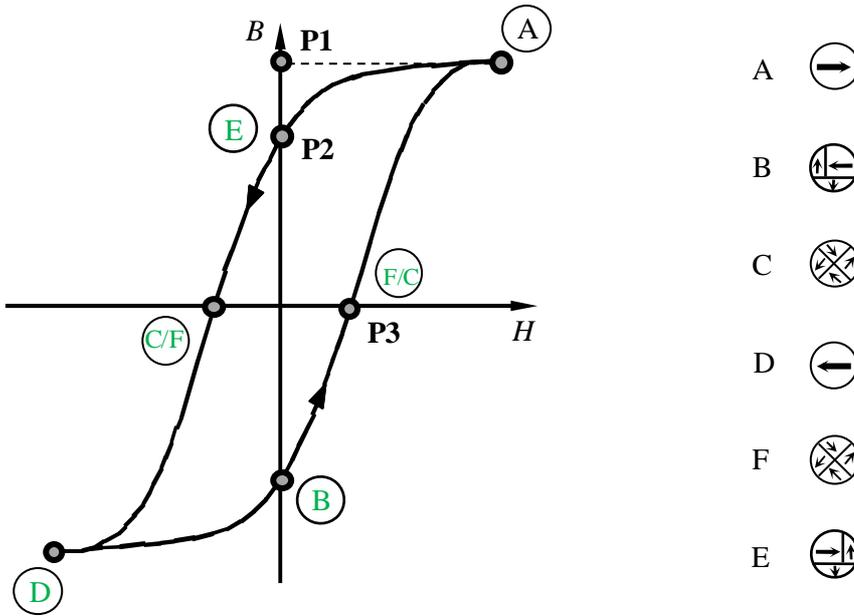

Bild A2-1
In *Bild A2-1* ist die Hysteresekurve eines ferromagnetischen Materials skizziert. Die Punkte P1: Sättigungsflussdichte, P2: Remanenzflussdichte und P3: Koerzitivfeldstärke sind bereits zugeordnet.
a) In den Kreisen A-E ist jeweils die Domänenanzahl und -ausrichtung skizziert. Ordnen Sie die Kreise B-E der korrekten Stelle in der Hysteresekurve in *Bild A2-1* zu, so wie es für Kreis A bereits geschehen ist. (1 Punkt)